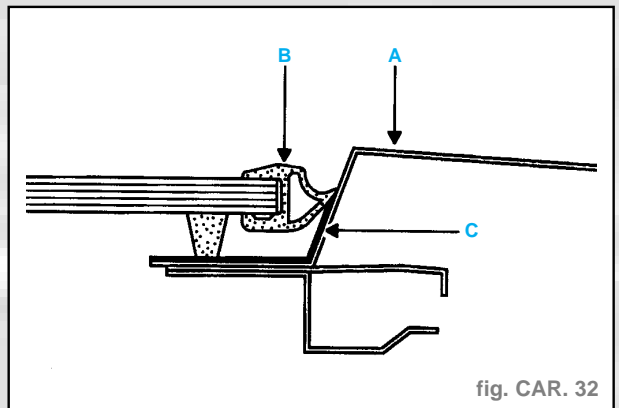

fig. CAR. 32
- Lors du remontage de l'écrou (C), appliquer un couple de serrage de **0,8 daN.m** pour assurer une bonne étanchéité au niveau de la bague (E) sans risquer de briser le vitrage.
Remarque. - Lors de l'application de primaire tôle, il est recommandé de masquer la zone (A) avant l'application (fig. CAR. 32).